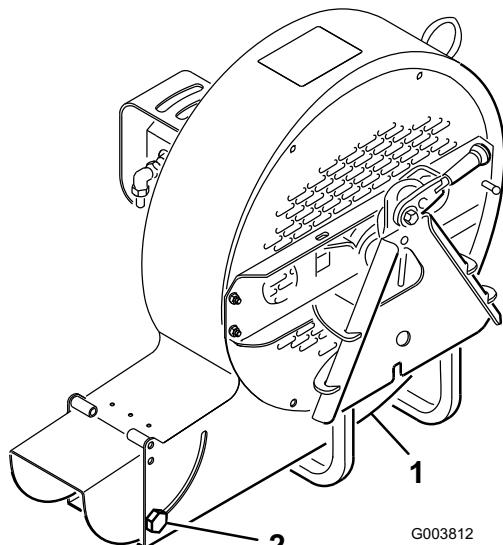

Figura 5
L'apertura di scarico (Figura 5) può essere regolata in modo da aumentare o ridurre la velocità e il volume di uscita dell'aria. Riducendo la dimensione dell'apertura si aumenta la velocità.
1. Allentare le viti di montaggio del deflettore dell'apertura di scarico (Figura 5).